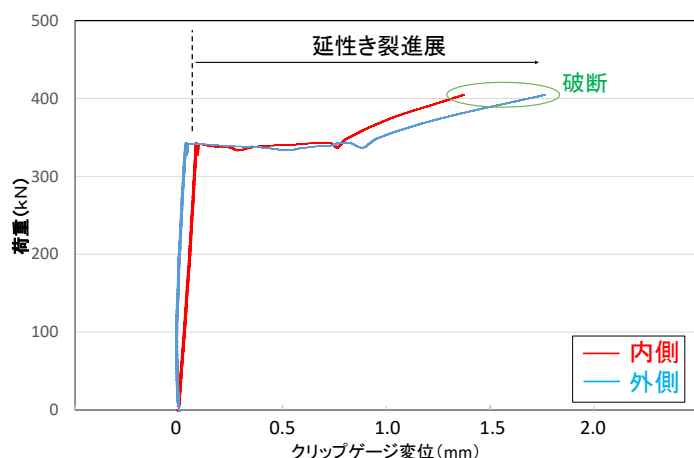

図3 試験時の荷重-開口変位曲線(試験温度-80℃)
- ・ 荷重-クリップゲージ曲線(ダブル)を取得します(図3)。